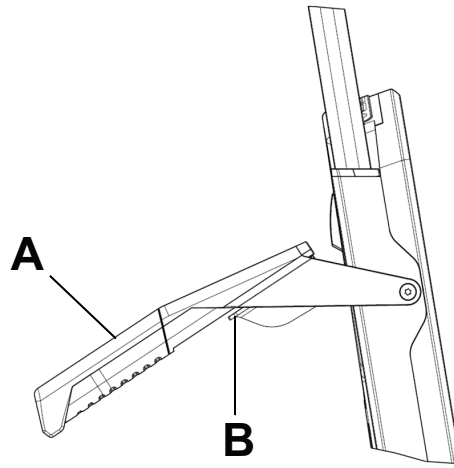

Figura 34 – Abbassare le maniglie pieghevoli lato testa
1. Sollevare la maniglia pieghevole lato testa (A) (Figura 34).
2. Premere il grilletto rosso della maniglia (B) verso di sé con il dito (Figura 34).